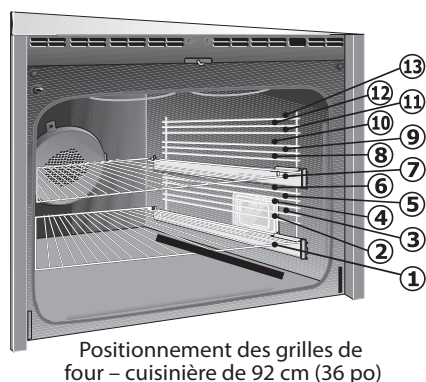

Figure 16 : Emplacement des grilles
- Pour de meilleurs résultats lors de la cuisson des gâteaux sur deux grilles, voir à les placer en position 7 et 11. (Figure 16)